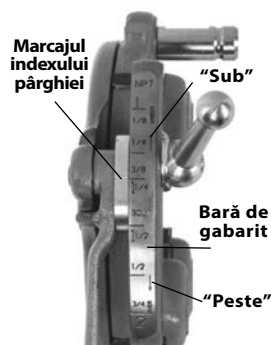

Figura 7 – Reglarea dimensiunii filetului
3. Porniți cu marcajul indexului pârghiei aliniat cu marcajul de gabarit dorit pe bara de gabarit. Pe capetele-filieră pentru bolțuri, așezați marcajul pârghiei în linie cu bara de gabarit. Pentru filetele de bolțuri cu cap-filieră universal, setați toate filierele pentru bolțuri la linia BOLT pe bara de gabarit (Figura 7).